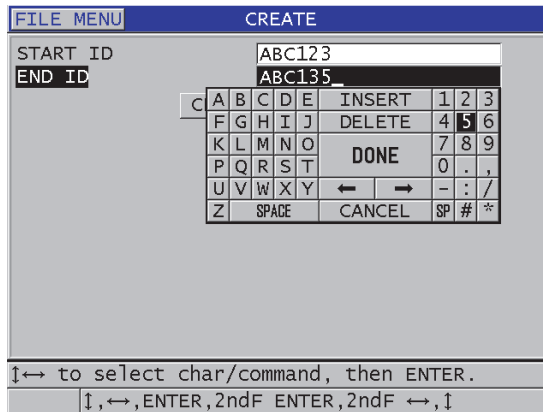

Figura 11-5 Selección de la serie de números de identificación (ID) para crear el archivo de tipo secuencial
3. En la segunda página de la pantalla **CREAR** (CREATE) [ver Figura 11-5 en la página 200]: